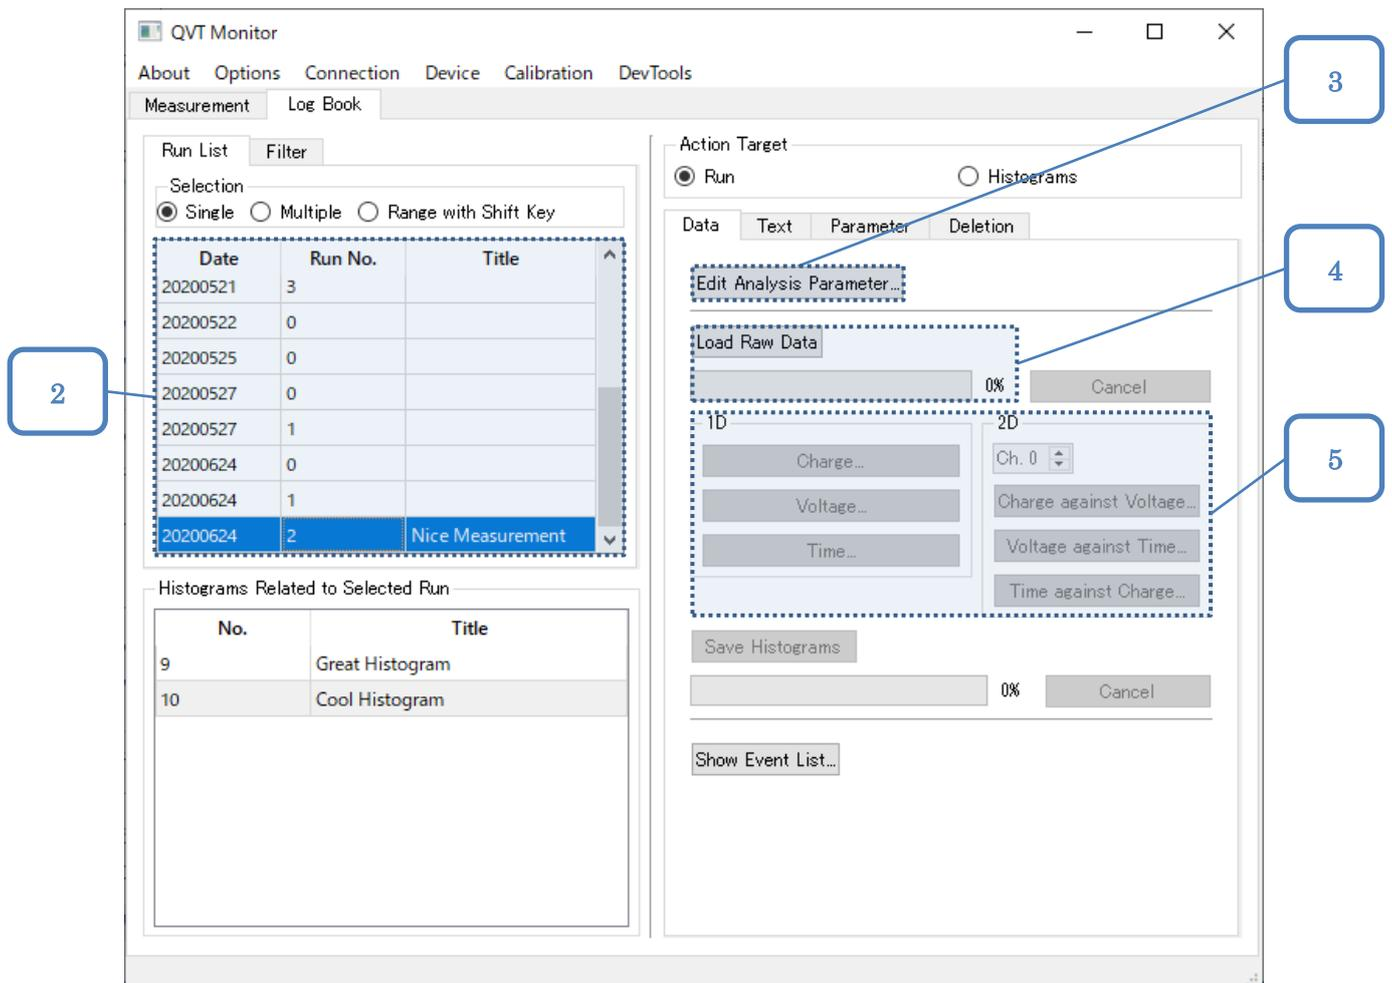

図 6-11. [Log Book]タブ
- ① [QVT Monitor]ウィンドウの[Log Book]タブを表示します。図 6-11 の番号は、以下の手順の番号に対応しています。